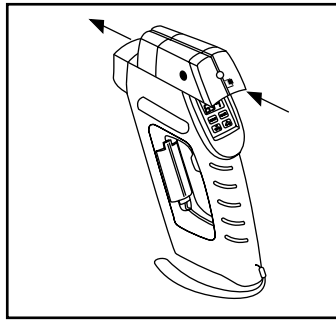

Abbildung 3-4. Installation des Lasermarker-Moduls
1. Ziehen Sie den Schutzaufkleber an der Oberseite des Thermometers ab. Schieben Sie das Lasermarker-Modul von der Rückseite über die V-förmige Einkerbung wie in Abbildung 3-4 gezeigt, bis es mit einem hörbaren Klicken eingerastet ist.